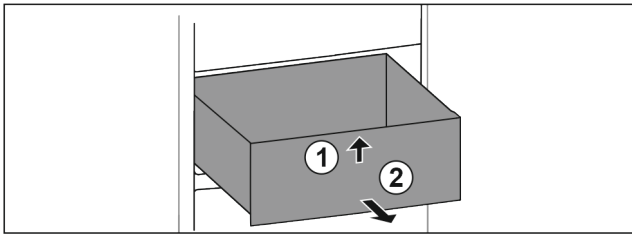

Fig. 69
- ▶ Soulever la partie avant du tiroir. Fig. 69 (1).
- ▶ Retirer le tiroir par l'avant. Fig. 69 (2)